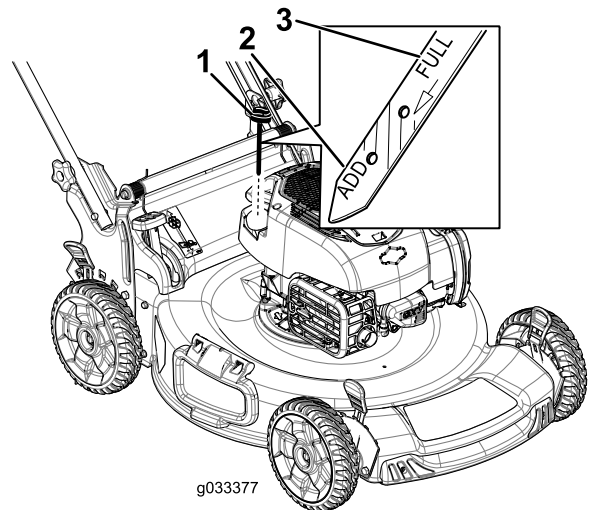

Figura 20
3. Retire a vareta rodando-a no sentido contrário ao dos ponteiros do relógio e puxando-a para fora (Figura 20).
10. Leia o nível de óleo na vareta (Figura 20).